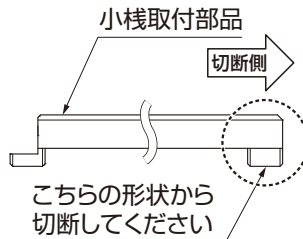

図4-5 小棧取付部品
- 小棧取付部品の切断位置に注意してください。(図4-5参照)